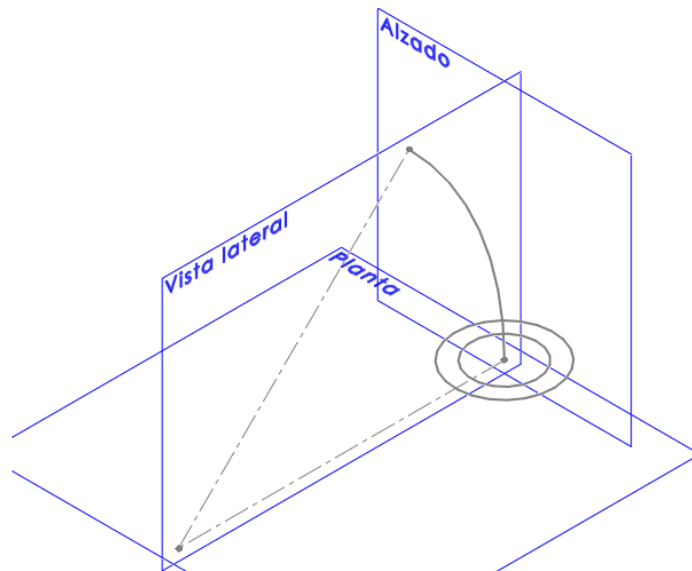

Ilustración 114
Paso 1: Se realiza el croquis de la ruta y del perfil del barrido como se muestra en la ilustración 114.